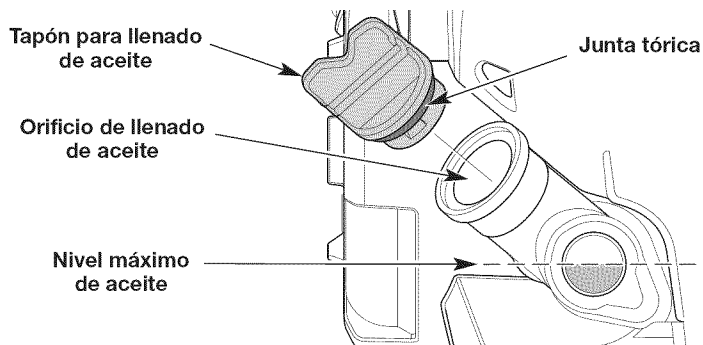

Fig. 22
3. Observe el interior del visor del nivel de aceite; use una linterna si es necesario. **El nivel de aceite debe llenar el visor hasta aproximadamente la mitad** (Fig. 22). Si el nivel de aceite es demasiado bajo, agregue aceite. Consulte *Procedimiento para agregar aceite*.
1. Limpie la zona que rodea el tapón de llenado de aceite (Fig. 22) a fin de evitar que ingresen residuos en el orificio de carga de aceite.
3. Agregue aceite al orificio de llenado de aceite hasta que el nivel de aceite llegue hasta aproximadamente la mitad del visor del nivel de aceite (Fig. 22).
**NOTA:** Compruebe que la junta tórica esté en su lugar en el tapón de llenado de aceite (Fig. 22).